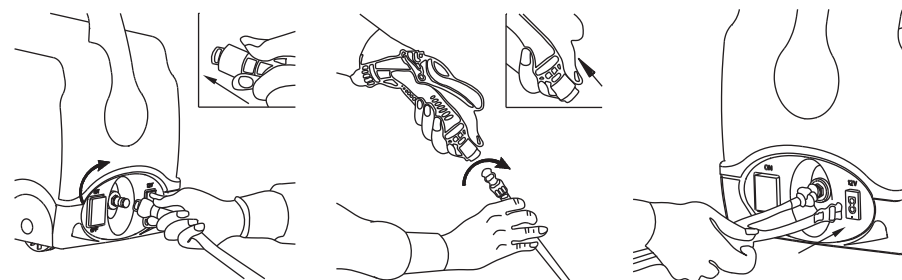

Рис.2
2. Присоедините шланг высокого давления к штуцеру мойки, поворачивая его слева направо, далее соедините шланг со штуцером пистолета-распылителя, аналогично, - поворотом слева направо, затем подключите шнур питания. - (рис.2)